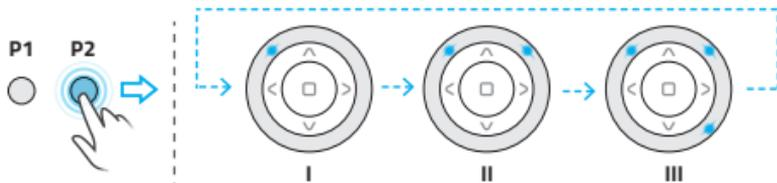

fig. 10
2. Appuyez sur la touche de fonction P2 située à l'arrière du contrôleur - fig. 10.